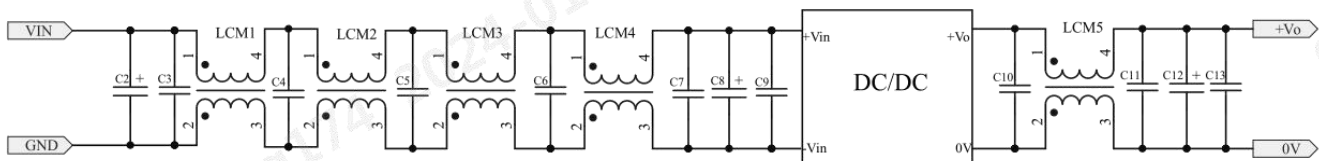

图 2
(1)产品测试及应用时，请按照（图 2）推荐的测试电路进行；至少保障外接一个电解电容  $C_{in}$  ( $\geq 100\mu F$ )，用于抑制输入端可能产生的浪涌电压；